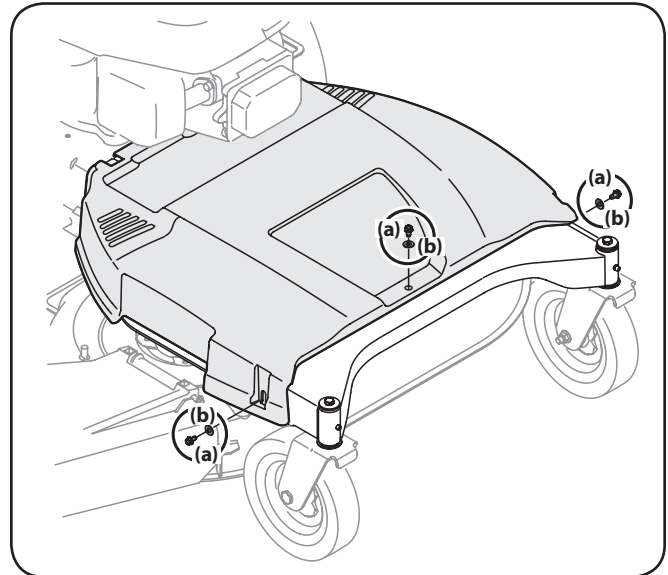

Figure 6-5
1. Retirez les trois écrous (a) et les trois rondelles (b) qui fixent le couvercle de courroie au châssis, puis retirez le couvercle. Voir Figure 6-5.